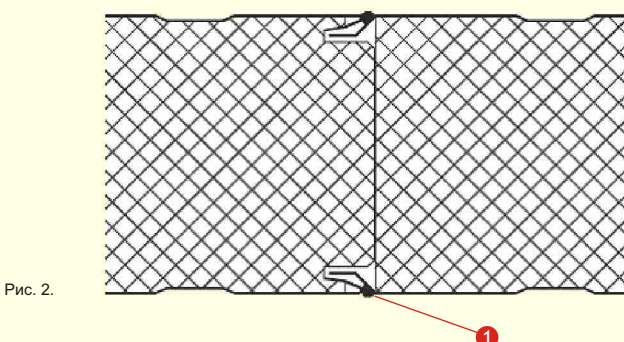

Рис. 2.
- аппликация силиконовой замазки [пункт 1, рис. 2] подвергает его непосредственному воздействию атмосферных условий. После некоторого времени он подвергается старению и перестает выполнять свои функции, а в результате часто выпадает. Стык такого типа без уплотнения с наружной стороны не гарантирует плотности против воздействию атмосферных факторов. Дополнительно, после некоторого времени цвет замазки значительно отличается от остальных частей облицовки, ухудшая эстетические ценности. С внутренней стороны курника должна использоваться полиуретановая замазка. Она стойка к воздействию микроклимата при разведении птиц. Замазка с внутренней стороны панеля с пенопластом выполняет две роли: плотность против инфильтрации воздуха и водяного пара.